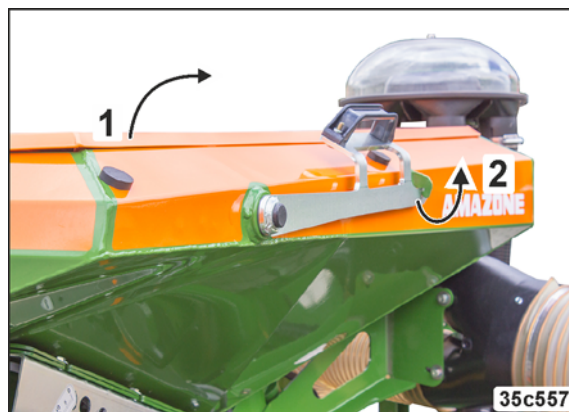

Fig. 241
4. Åbn dækslet (Fig. 241/1) på beholderen.
- 4.1 Frigør håndtaget (Fig. 241/2).
- 4.2 Åbn dækslet (Fig. 241/1) ved at betjene håndtaget.